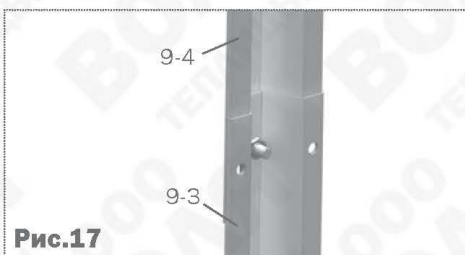
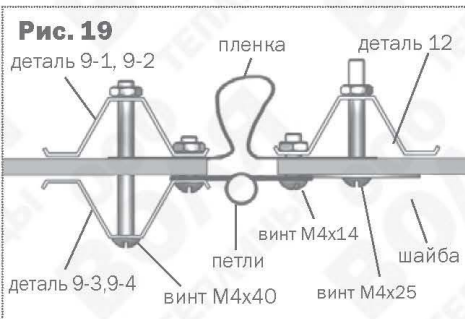

Рис.17
Рис.19
4. Состыкуйте детали **9-3** и **9-4** (**рис.17**) и установите их в соответствии с **рис.19**. Прижмите куски поликарбоната по краям со стороны двери и форточки накладками **9-3, 9-4** (**рис.19**), оставляя отверстия под вертушки. Вырежьте куски покрытия для установки над дверными проемами и под дверными проемами, установите их, закрепив шайбами (**рис.22**) на детали **10**.
6. Закрепите куски покрытия на форточки и двери по стороне навеса петлями шайбами (**рис.19**), а по другим сторонам - прижимами (**рис.20**), предварительно закрыв соты (оклеив их скотчем). По сторонам, противоположным петлям покрытие должно выступать за каркас на 15 мм (**рис.20**). Петли накладываются поверх поликарбоната и при затягивании винтов поликарбонат под петлями сминается.
7. Щели в дверном проеме закрываются полиэтиленовой пленкой (**рис.19, 20**).